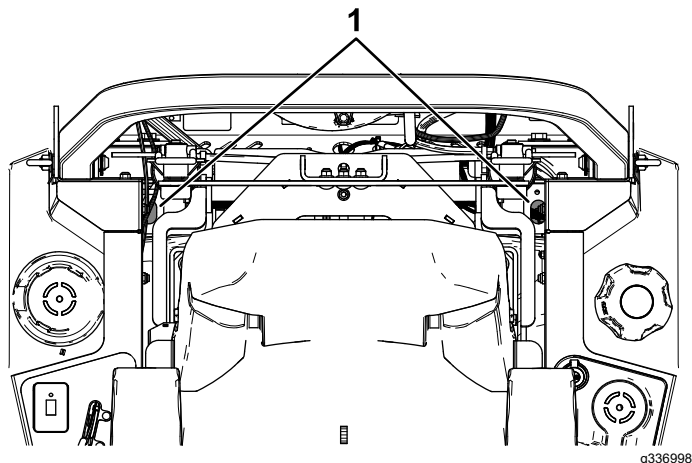

Figura 85
- **Transmisiones hidrostáticas ZT 4400:** utilice una extensión y una llave de vaso de 7/16" para acceder al tapón de ventilación desde la parte superior de la máquina a través de los orificios situados cerca de los soportes de la barra antivuelco (**Figura 85**).